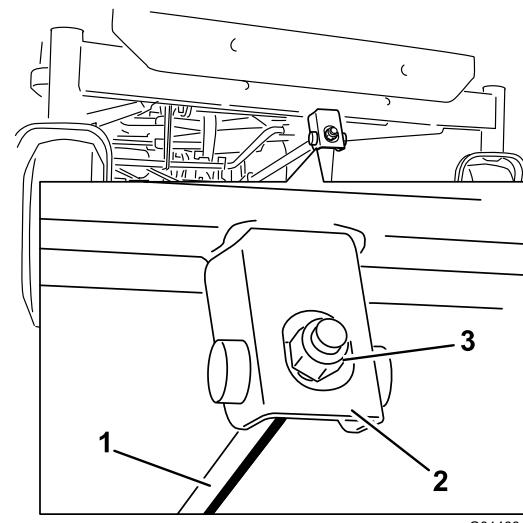

Bild 67
6. Drehen Sie für das Einstellen der Schnittmesserneigung in Längsrichtung die Einstellmutter vorne am Mähwerk (Bild 67).